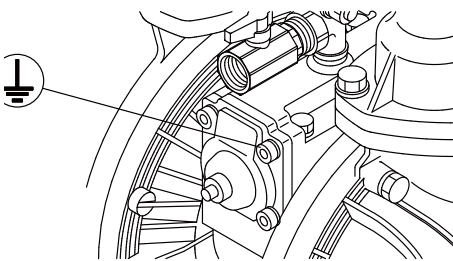

Figura 10
1. Cuando instale la bomba, asegúrese de conectar el conductor de tierra en la posición especificada. Para ver la posición especificada para conectar el conductor de tierra, consulte la Figura 10.